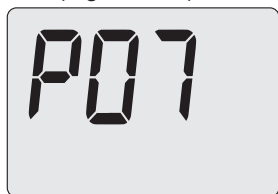

Figura 5.33
metro P07" (Figura 5.33).
- Premendo il tasto 13 o 14 (Figura 5.31) si ottiene la conferma del valore inserito e si ritorna alla lista parametri Figura 5.33.